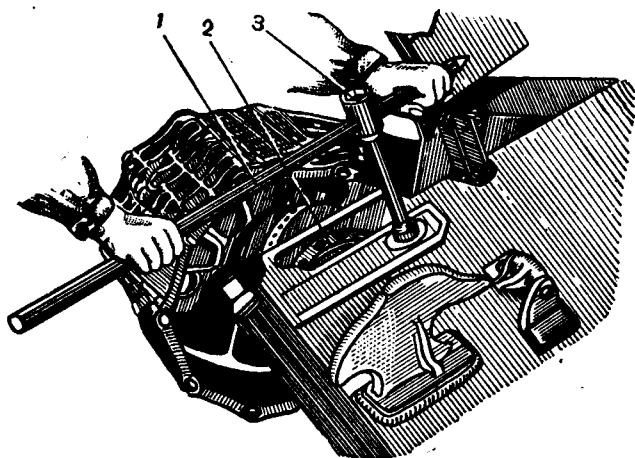

Рис. 54. Регулировка натяжения гусеницы (2-е положение):
3. Вывернуть броневую заглушку (рис. 54) в носовой части танка и, вращая специальным ключом 3 червяк натяжного механизма, произвести натяжение гусеницы.